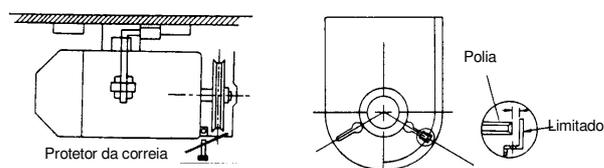

Fig.3
2. Ajuste o limitador (Fig.3) no protetor da polia na posição apropriada para que a correia não caia quando a máquina é tombada para trás, mesmo se ela estiver solta.